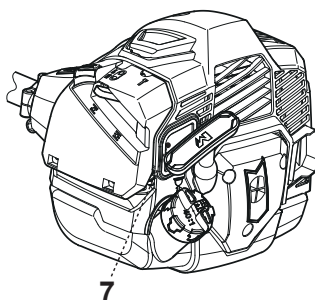

Fig. 15
- > Utilisez l'injecteur (7) en cas de démarrage de l'appareil avec le moteur à froid (Fig. 15).